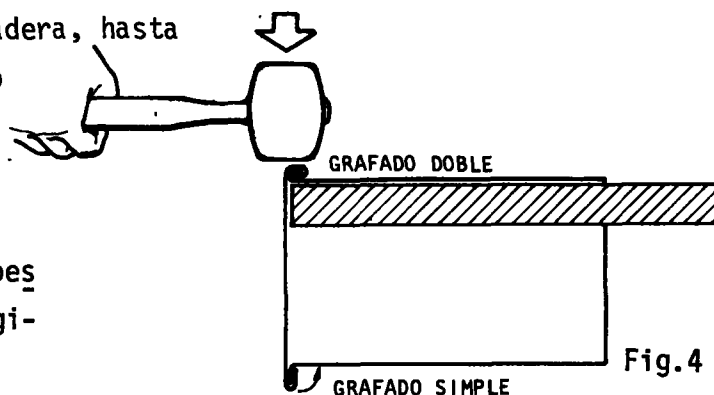

Fig.4
- \_\_\_ b Sujete con una mano y con la otra golpee la pestaña utilizando una mazo de madera, hasta completar el grafado (fig. 4).